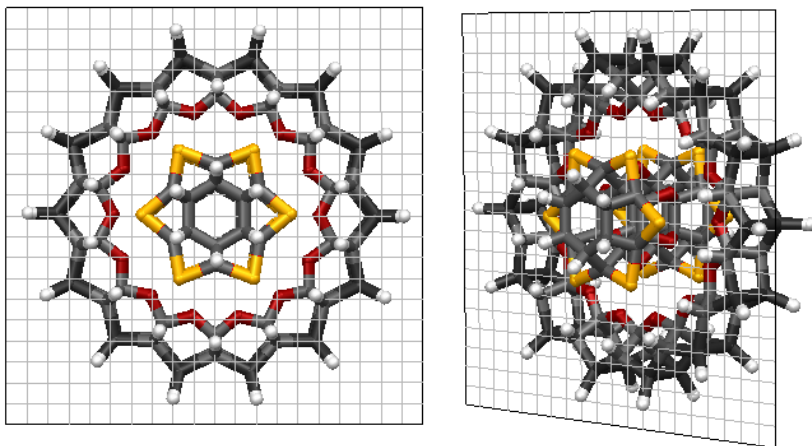

Рис.10. Вид спереди и изометрический вид малого подшипника с решеткой плоскости (Grid Plane).
*Grid Plane* (Решетка плоскости) Позволяет вставить 2-х мерную решетку в 3-х мерную модель (рис.10).